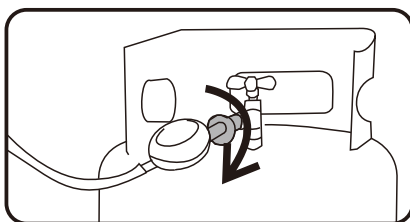

FIG2
2. Tournez le détendeur pour le raccorder à la vanne d'angle de la bouteille de gaz (comme illustré à la figure 2).